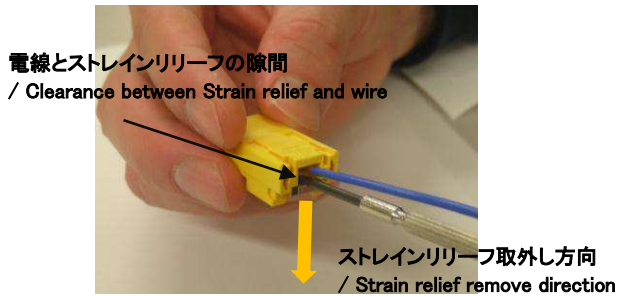

図 11/ Fig11
- ② ドライバーを挿入したまま、ストレインリリーフが外れる方向にドライバーを動かします。
- ③ 反対側のコネクタスリットも同様に作業し、ストレインリリーフの取外し完了です。
- ④ ③までの作業で、外れない場合は、電線とストレインリリーフの隙間にドライバーを挿入し、ストレイン リリーフが外れる方向にドライバーを動かし取外して下さい。(図 11)
- ② Move screwdriver to the strain relief remove direction.
- ③ Do the same operation at opposite connector slit. The remove completed.
- ④ If strain relief is not removed by operation 1-3. Insert screwdriver to clearance between strain relief and wire. And remove strain relief by moving screwdriver to strain relief remove direction. (Fig.11)